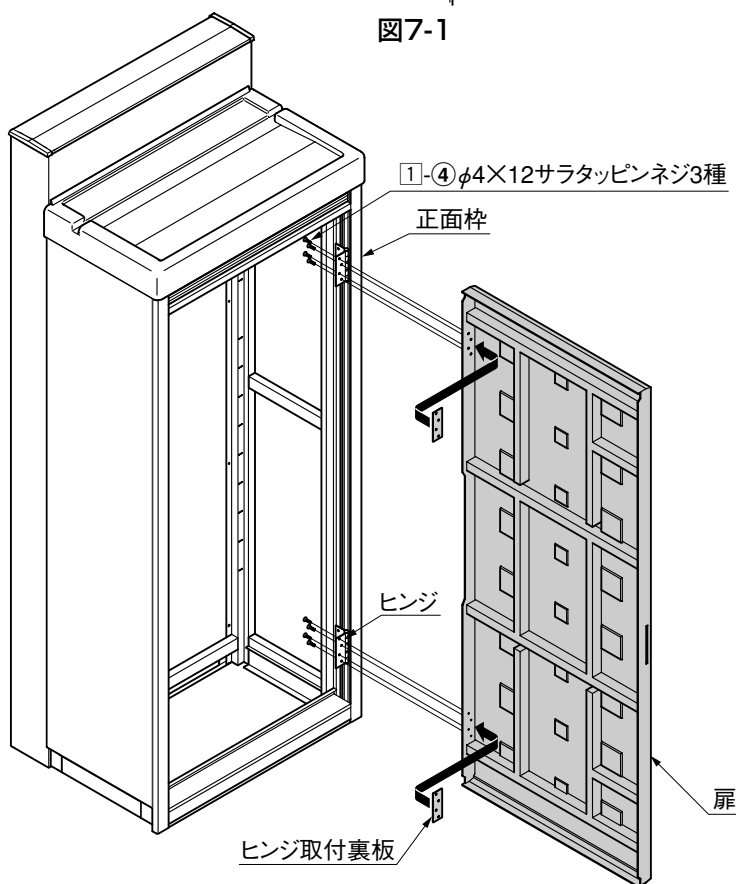

図7-2
- ①-④の取付けをするときに、電動ドライバーは使用しないでください。
- ② 扉を、ヒンジ取付裏板と①-④でヒンジに取付けてください。(図7-2参照)